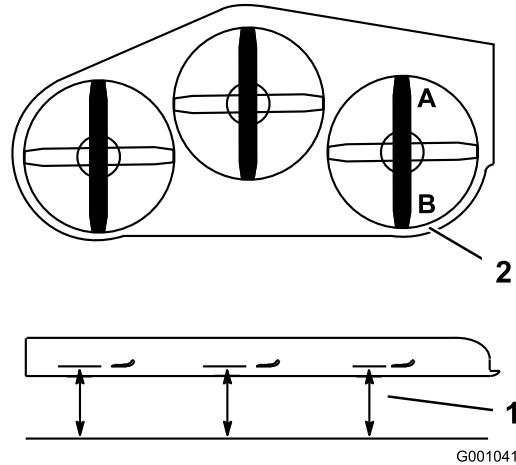

Figura 82
1. Posicione a lâmina direita da parte dianteira para a traseira (Figura 82).
2. Meça a lâmina direita no local **A**, de uma superfície nivelada à extremidade de corte da ponta da lâmina (Figura 82).
4. Meça a lâmina direita no local **B**, de uma superfície nivelada à extremidade de corte da ponta da lâmina (Figura 82).
6. A lâmina do cortador deve estar 6 a 10 mm mais baixa na posição **A** do que na posição **B** (Figura 82). Caso isto não esteja correto, proceda da seguinte forma.